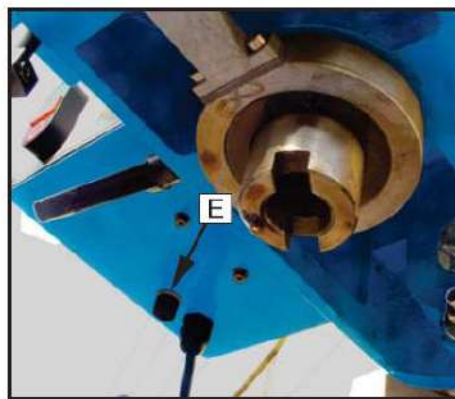

Рис. 13
**Держатель предохранителя** (F, Рис. 13): расположен на задней стороне электрического блока. В держатель следует установить предохранитель 12 А. Чтобы открыть и заменить предохранитель, поверните ручку против часовой стрелки, а чтобы закрыть – по часовой стрелке.